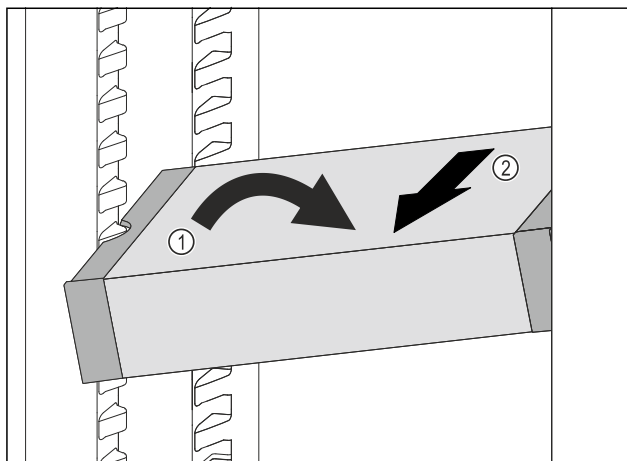

Fig. 152
- Ställ VarioSafe snett i kyldelen. Fig. 152 (1)
- Dra VarioSafe framåt för att ta ut den. Fig. 152 (2)